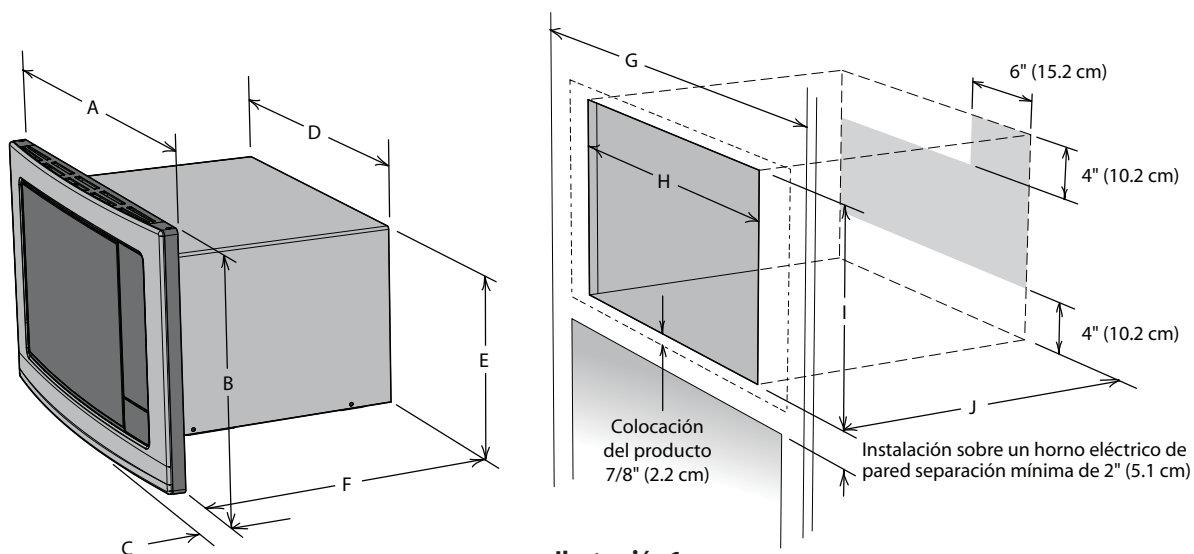

Ilustración 1
1. Haga una abertura en la pared o en el gabinete como se indica en la ilustración 1. La profundidad debe ser de un mínimo de 20" (50.8 cm). La superficie de la abertura debe ser construida de madera laminada lo suficientemente resistente para soportar el peso del horno microondas (aproximadamente 100 libras) y debe estar nivelada para obtener un funcionamiento adecuado del horno.
2. El tomacorriente NO debe estar en el área sombreada como se indica en la ilustración 1. En la parte posterior de la abertura, debe haber un tomacorriente eléctrico de tres clavijas polarizado de 115-120 volt CA, 15 amperios o mayor.
Consulte la ilustración 1. Todas las dimensiones están en pulgadas ( cm ).